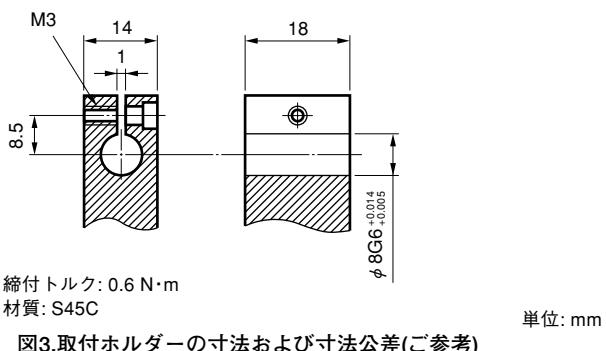

図3.取付ホルダーの寸法および寸法公差(ご参考)
- 機械装置へホルダーを使用して取付ける場合には、図3のような寸法のホルダーをご用意いただき、トルク0.6 N·mを目安として締付け固定してください。本品はボール軸受を採用していますので、取付けの際にステムを強く締めすぎるとスピンドルを傷つけ、スムーズな動きを損なう恐れがあります。ご注意ください。